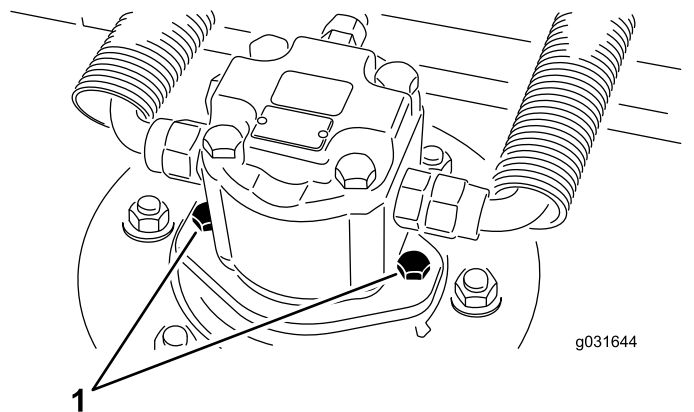

図 67
2. 油圧モータ取り付けねじを外して、カッティングユニットから油圧モータを外す 図 67。
4. 油圧モータ取り付けねじで、カッティングユニットに油圧モータを取り付ける 図 67。